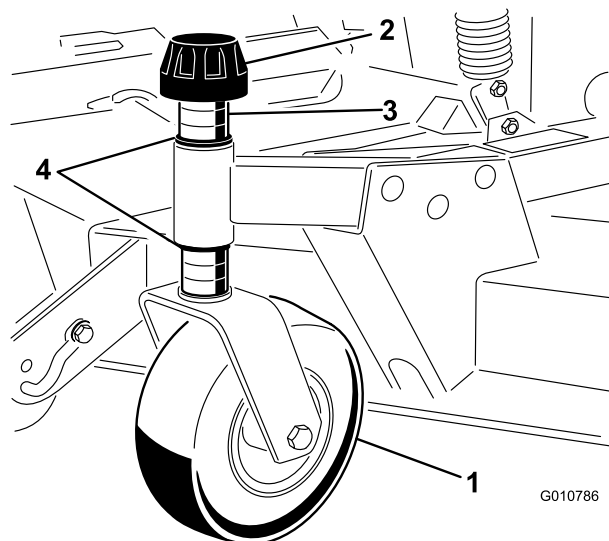

図 8
1. スピンドルシャフトからテンショニングキャップを外し、前キャストアームからスピンドルを抜き出す 図 8。